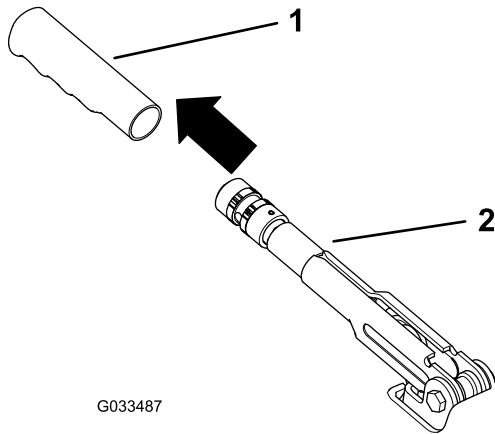

Figura 64
1. Retire la empuñadura de goma de la palanca del freno de estacionamiento (Figura 64).